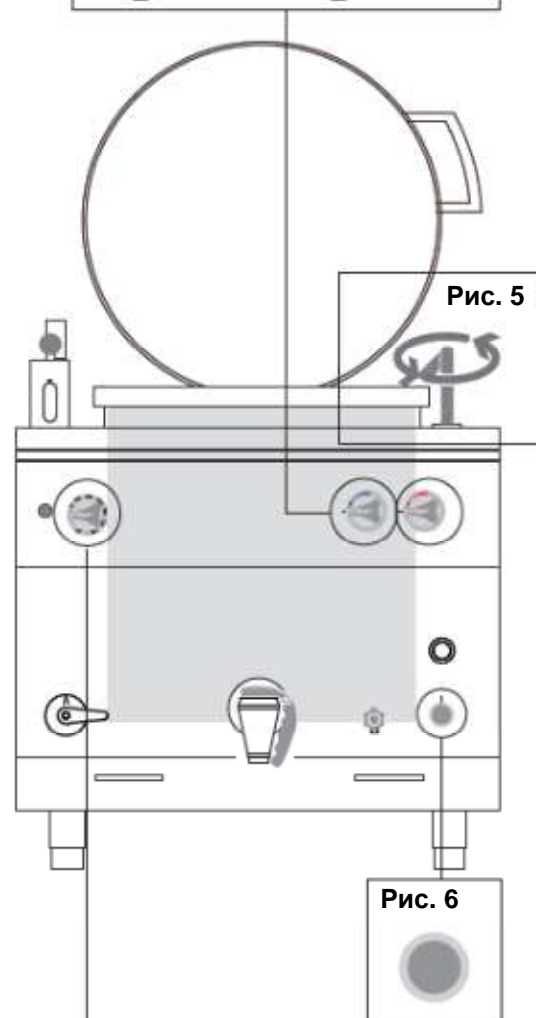

Рис. 5
- Развернуть водоналивную трубку в направлении готовочной камеры (рис. 5);
- Переместить наливную трубку в исходное положение, чтобы она не мешала закрыть крышку (рис. 5).